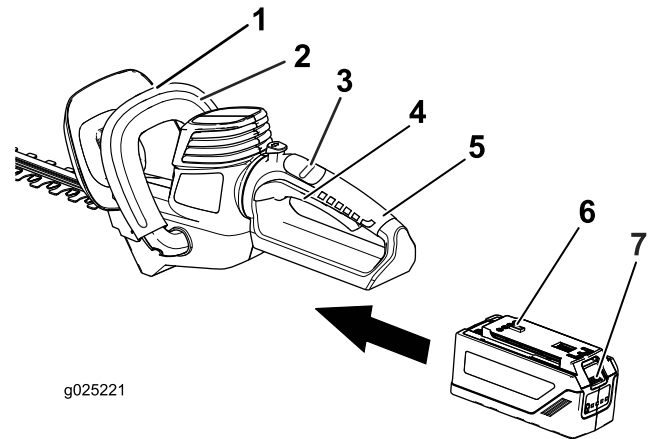

Figura 3
2. Alinee la lengüeta de la batería con el hueco correspondiente de la carcasa de la empuñadura (Figura 3).
3. Sujete la empuñadura del gatillo (Figura 3).
5. Coloque una mano en la empuñadura con gatillo. Coloque la otra mano en la empuñadura auxiliar y apriete el gatillo de la empuñadura auxiliar (Figura 3).
6. Deslice el interruptor de bloqueo hacia atrás, hacia usted, luego apriete el gatillo para encender el cortasetos (Figura 3).
1. Suelte el interruptor del gatillo o el gatillo de la empuñadura auxiliar (Figura 3).